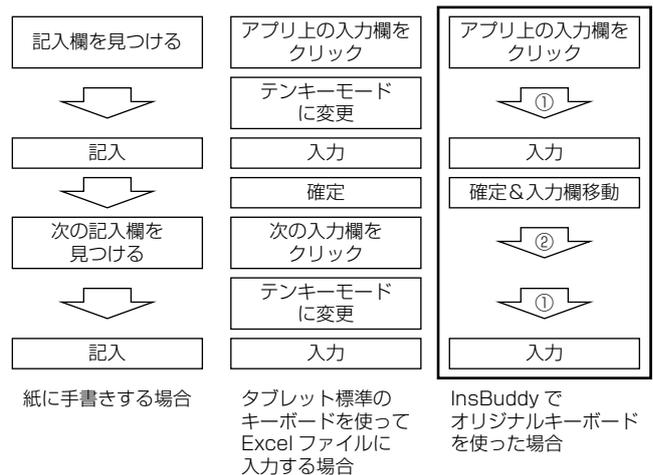

図3. 入力操作の比較
そこでInsBuddyでは、①入力形式に応じたキーボード表示(数値、リスト等)、②入力確定と入力欄移動を1回の操作で実現の二つの入力支援機能を持ったオリジナルキーボードの採用によって、**図3**に示すように紙に手書きする行為と同等の操作回数で入力できるようにした。